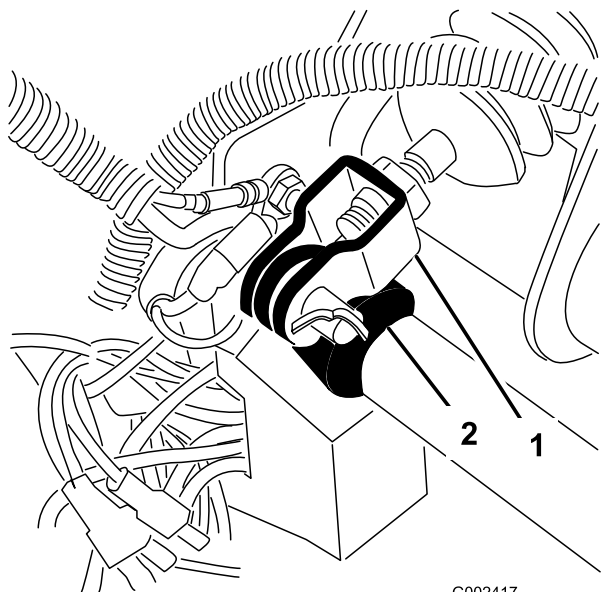

Рисунок 65
1. Снимите шплинт и шплинтуемый штифт, которые крепят вилку главного тормозного цилиндра к оси педали тормоза (**Рисунок 65**).